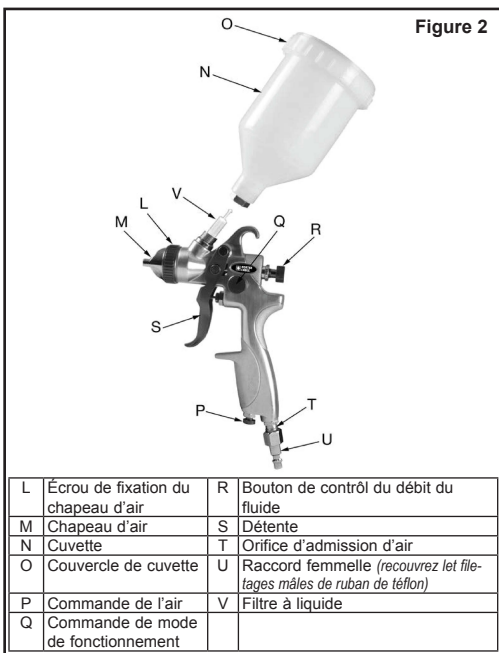

Figure 2
- Installez un connecteur femelle 1/4 po NPT (inclus dans la trousse d'accessoires) sur l'orifice d'admission d'air de l'outil (voir Figure 2). Remarque : Utilisez un ruban en Téflon® sur tous les raccords filetés.
- Insérez un filtre de fluide dans l'entrée du fluide (voir la figure 2).
a. Bouton de commande du mode de fonctionnement (voir Figure 2) – pour un fonctionnement avec projection à pleine intensité, tournez le bouton dans le sens contraire des aiguilles d'une montre, et pour un fonctionnement en spirales, tournez le bouton dans le sens des aiguilles d'une montre. Ce bouton sert à créer le motif approprié de peinture tandis qu'elle est pulvérisée du pistolet de pulvérisation.
b. Bouton de contrôle de fluide (voir la figure 2) : tournez dans le sens des aiguilles d'une montre pour réduire la quantité de peinture et dans le sens contraire pour augmenter les quantités de peinture. Ce bouton contrôle la quantité de peinture mélangée avec l'air. **REMARQUE : si le bouton de contrôle de fluide est tourné jusqu'au bout, le pistolet dégagea seulement de l'air.**